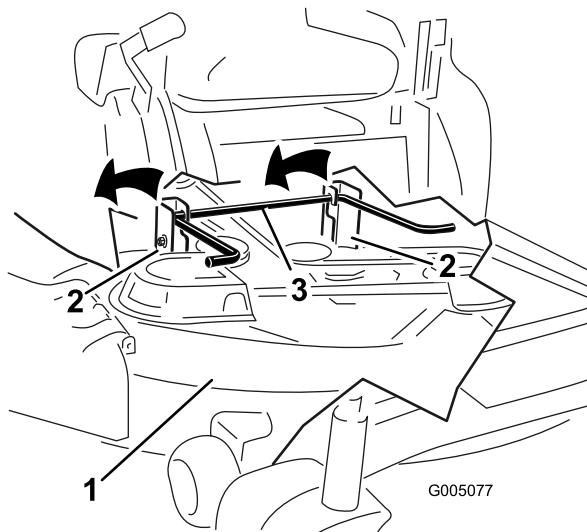

Figura 56
- Eleve la plataforma del cortacésped y desenganche la varilla de elevación trasera de los soportes, y baje el cortacésped con cuidado al suelo (Figura 56).
5. Eleve la parte trasera de la plataforma del cortacésped y coloque los soportes sobre la varilla de elevación trasera (Figura 56).